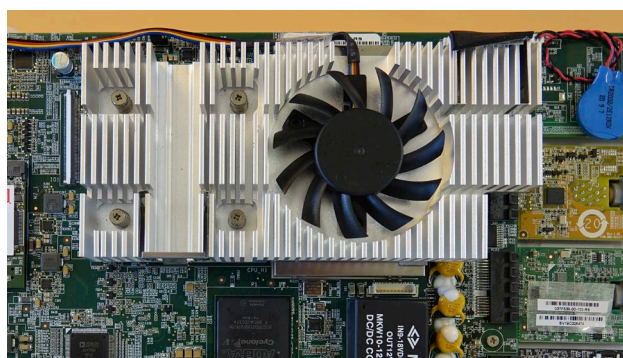

図30 ファンを取り付ける
e) ケーブルがディスプレイ装置の上端に向くように新しいファンを取り付ける(図30)